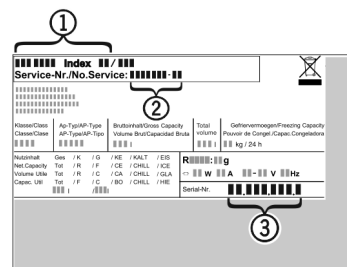

Fig. 35
- ▶ Назва пристрою Fig. 35 (1), сервісний номер Fig. 35 (2) та серійний номер Fig. 35 (3) вказані на табличці типів. Табличка типів знаходиться всередині пристрою, зліва.
- ▶ Повідомте сервісну службу про характер неполадки, назву пристрою Fig. 35 (1), сервісний номер Fig. 35 (2) та серійний номер Fig. 35 (3).